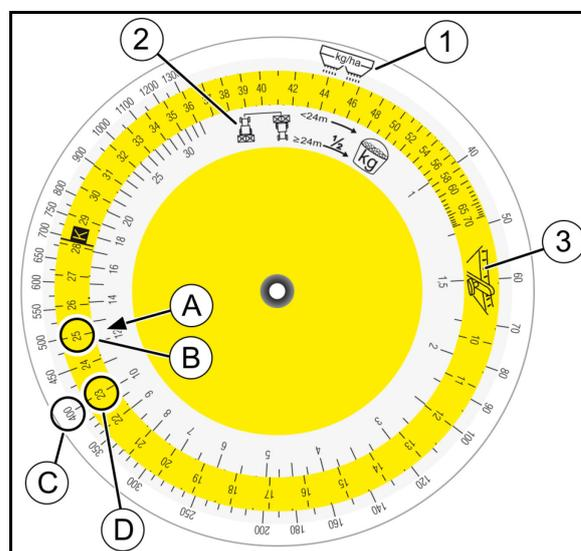

Fig. 63
Auf Skala (Fig. 63/2) für aufgefangene Menge [kg] Zahlenwert (A) aufsuchen und mit gewählter Schieberstellung (B) der farbigen Skala (Fig. 63/3) übereinanderstellen.
3. Gewünschte Streumenge (C) aufsuchen und erforderliche Schieberstellung (Position) (D) ablesen.